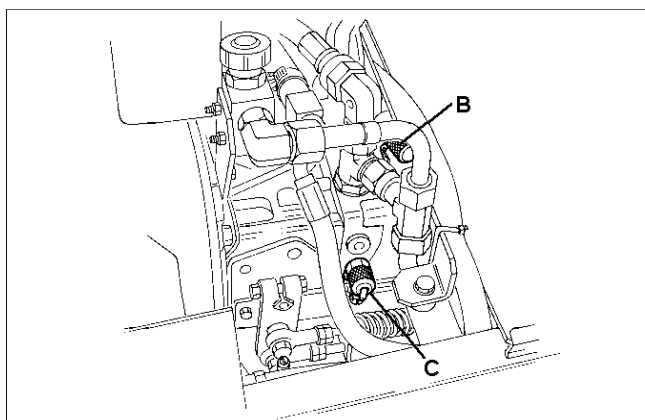

Fig.52
TESTÅBNINGER (Fig. 52 og 53)
1. Transmissionstryk fremadkørsel 210 bar (C Fig. 52):
3. Opladningstryk 14 bar (B Fig. 52):